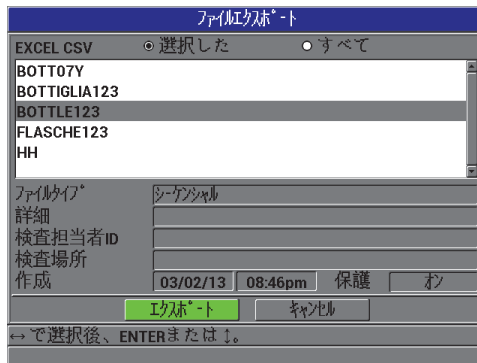

図 8-6 ファイルエクスポート画面
4. ファイル エクスポート画面で（141 ページ図 8-6 参照）、次の中からいずれか 1 つを選択します。